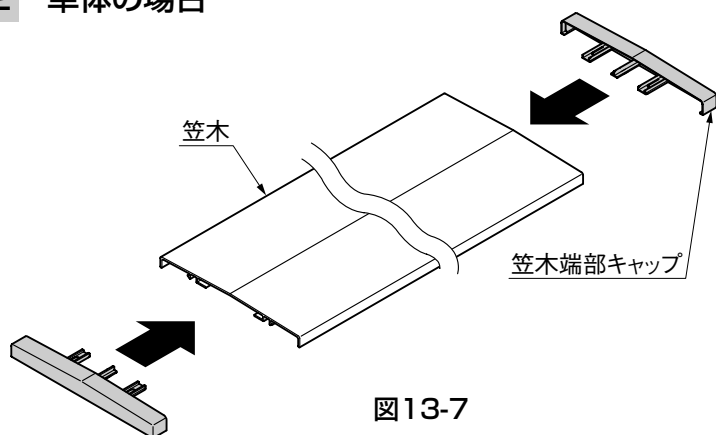

図13-7
- ❶ 笠木端部キャップを笠木にはめ込んでください。（図13-7参照）